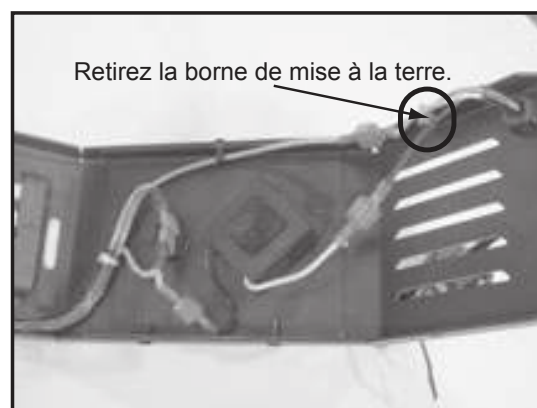

Figure 19.1
2. Retirez le fil de terre mâle du boîtier à l'aide d'une clé et d'un tournevis à tête cruciforme de 11/32 pouces. **Figure 19.1.**